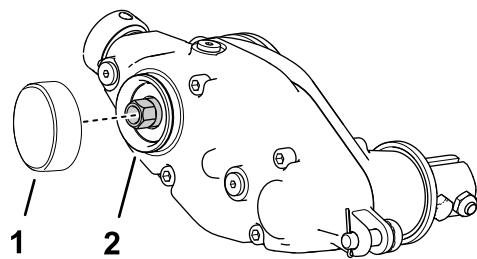

Figura 15
1. Aplique un fijador de piezas cilíndricas de resistencia media (por ejemplo, Loctite 609® verde) alrededor de la ranura del anillo de retención y la superficie del diámetro exterior (Figura 15).
2. Instale el tapón como se muestra en la Figura 15.